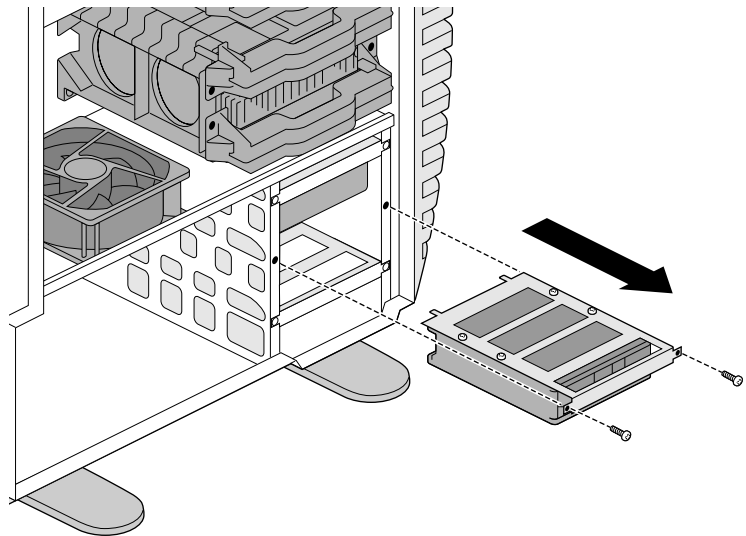

Figura 4-18 Removendo a unidade interna e o trilho de montagem
5. Usando uma chave de fenda Phillips, remova os dois parafusos que prendem o trilho de montagem ao chassi e retire do compartimento o trilho com a unidade afixada. Veja a Figura 4-18.